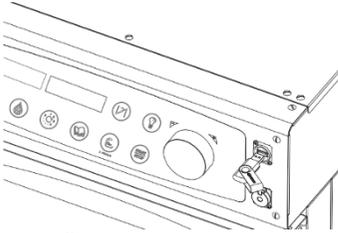

Abb. 21
2. Einen kompatiblen USB-Stick in den USB-Anschluss (**Abb. 21**) des Gerätes einfügen.